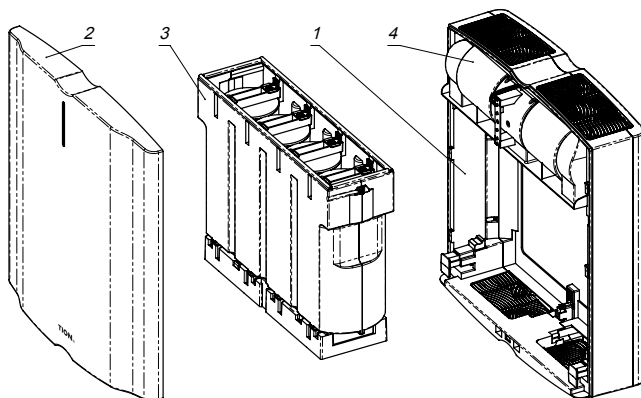

Рисунок 1. Внутреннее устройство очистителя-обеззараживателя воздуха Tion Clever
На рисунке 1 показано внутреннее устройство очистителя-обеззараживателя воздуха Tion Clever. Прибор состоит из корпуса (рисунок 1, поз. 1) со съемной крышкой (рисунок 1, поз. 2), фильтрующего модуля (рисунок 1, поз. 3) и вентилятора (рисунок 1, поз. 4).
Очиститель-обеззараживатель воздуха Tion Clever работает в режиме 100% рециркуляции. Он забирает воздух через входную решетку в нижней части корпуса и пропускает его через систему фильтров (рисунок 1, поз. 3), очищая от механических и химических примесей, инактивируя (уничтожая) все типы микроорганизмов (в том числе споры плесневых грибов), а затем возвращает очищенный воздух в помещение через выходное отверстие в верхней части корпуса.
- Снять крышку (рисунок 1, поз. 2) и фильтрующий модуль (рисунок 1, поз. 3) (пп. 1 – 3 раздела 8.1.1);
- Снять крышку (рисунок 1, поз. 2) и фильтрующий модуль (рисунок 1, поз. 3) (пункты 1 – 3 раздела 8.1.1);
- Зафиксировать прибор на 4-х болтах (14), указанных на рисунке 14;